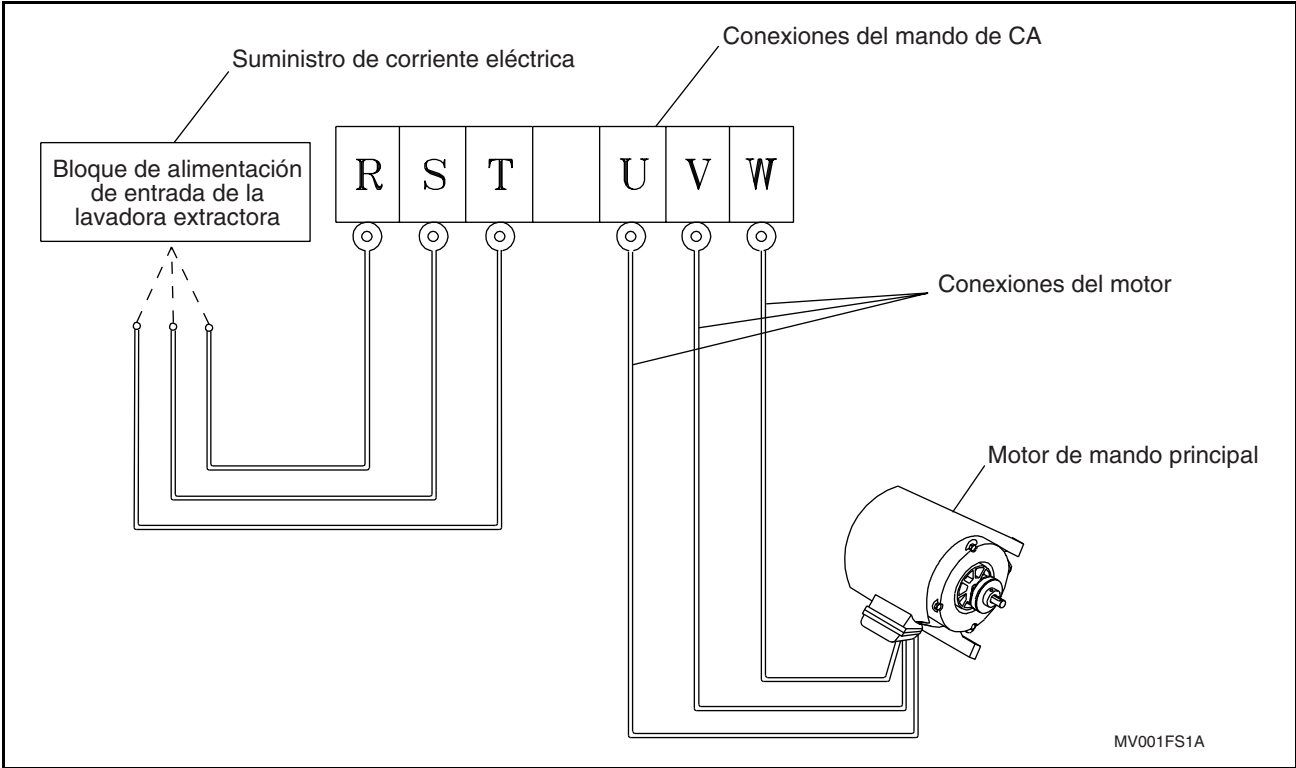

Figura 48
6. La rotación del cilindro debe ser en el sentido contrario al de las agujas del reloj en el paso de extracción. Si la rotación no fuera en el sentido del reloj en el paso de extracción, desconecte la corriente eléctrica. En máquinas de velocidad variable, haga que un electricista capacitado invierta dos conexiones cualquiera del motor en el bloque de terminales de mando de CA (terminales U, V y W). Vea la Figura 48. En máquinas de 2 y 3 velocidades, haga que un electricista capacitado, valiéndose del diagrama de cableado incluido, determine cuáles terminales deben intercambiarse.